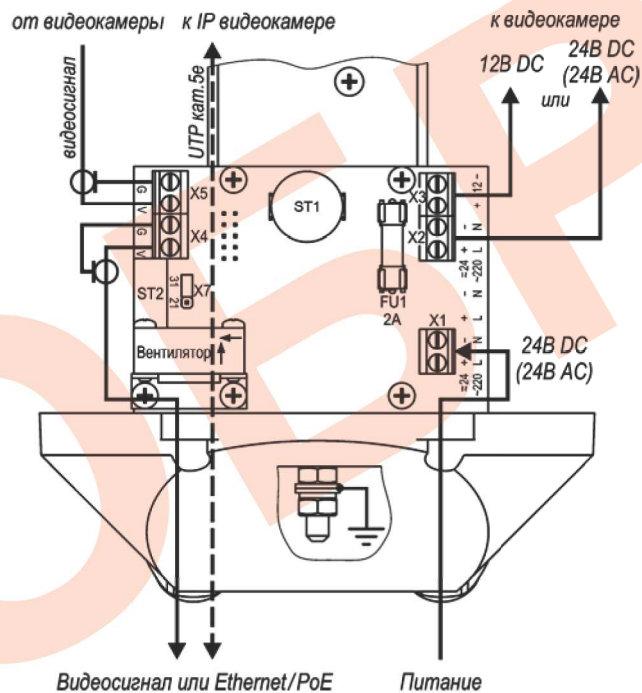

Рис.2 Подключение ТГБ-7-24/12(24); ~24/12(~24)
4. Подсоединить видеокамеру к контактам платы коммутации в соответствии со схемой подключения (рис.2, 3 или 4).
5. Ввести через гермовводы внешние кабели (кабель видео или интерфейсный кабель и кабель питания) и подключить их к плате коммутации (рис.2 или 3).
Предприятием изготовителем джампер Х7 установлен в положение «31» - мощность обогрева 31 Вт, для изменения мощности на 21 Вт джампер Х7 необходимо переставить в положение «21» (см. рис.2 и 3).